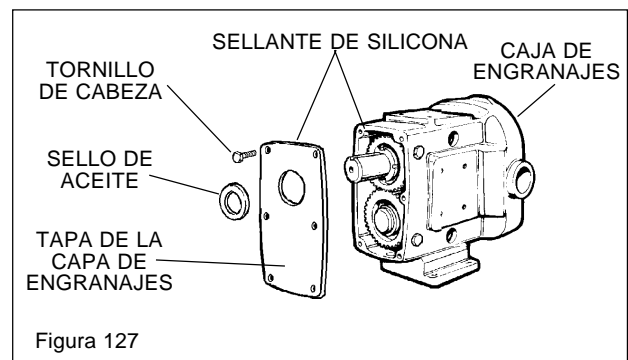

Figura 127
5. Coloque a presión el nuevo sello de aceite dentro de la tapa de engranajes. (Vea la figura 127)
6. Aplique sellante de silicona en la parte trasera de la tapa de engranajes y monte el conjunto de tapa sobre la extensión del eje de la caja de engranajes. Fije con tornillos de cabeza. (Vea la figura 127)